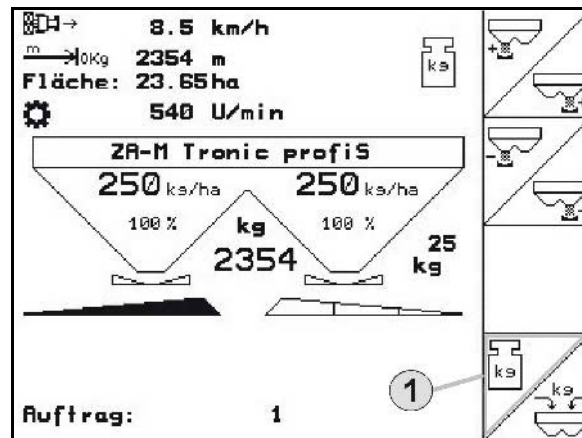

Fig. 63
- Menü Arbeit: Automatische Düngerkalibrierung anwählen (Fig. 63 /1).